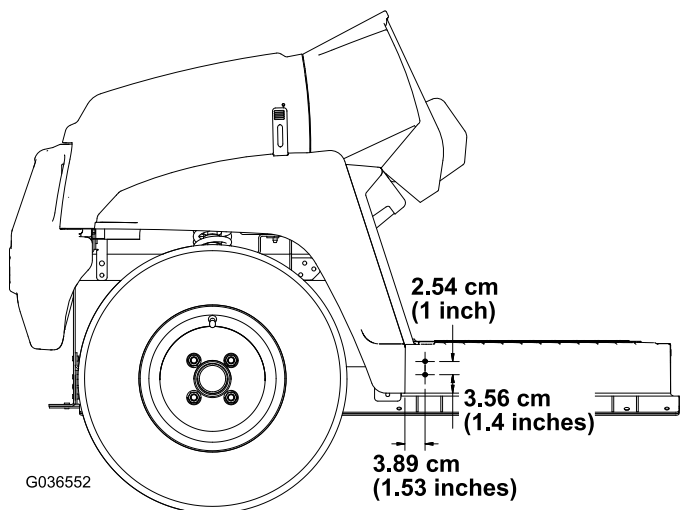

Figura 29
- Utilizzando le dimensioni nella Figura 29, praticate 2 fori (5/16") all'esterno del pianale, sui lati sinistro e destro della macchina.